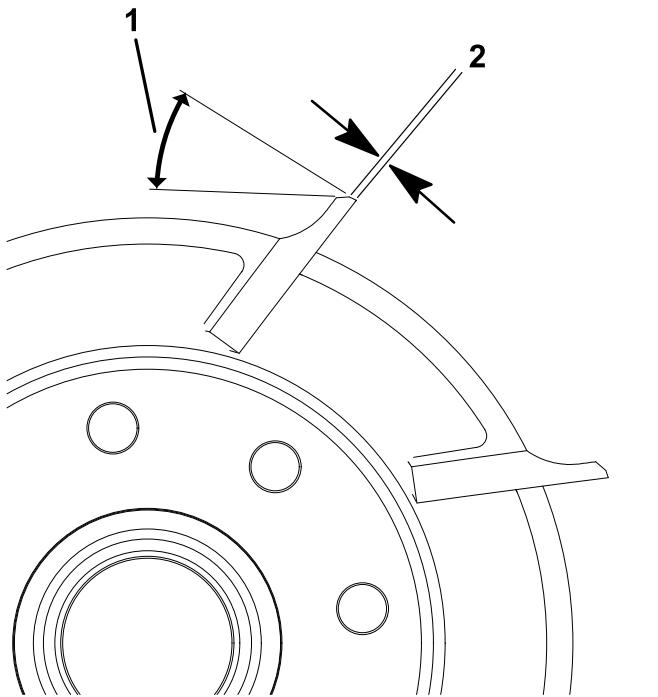

Figure 11
1. Créez un angle de dépouille de 30 degrés sur toutes les lames de cylindre jusqu'à obtention d'une facette de 0,76 à 1,27 mm de largeur (Figure 11).